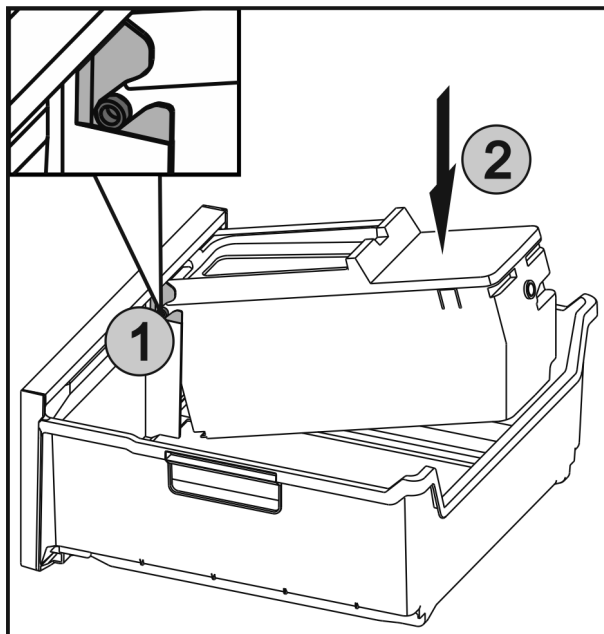

Fig. 50
- Insérer les axes Fig. 50 (1) sur l'EasyTwist-Ice dans les guides et appuyer sur le côté arrière Fig. 50 (2) jusqu'à ce que la languette s'enclenche.